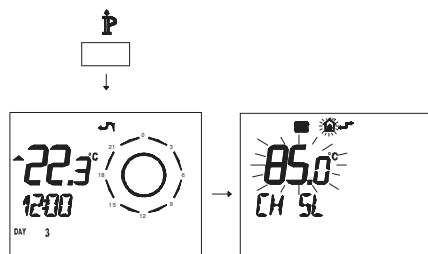

Рисунок 5.39
- Нажмите и удерживайте 3 секунды кнопку , чтобы войти в режим **INFO** (Рисунок 5.39).